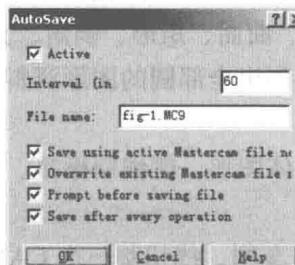

图 1-3
(1) 增加自动存储对话框, 选择 Screen→Configure→Start/Exit (屏幕→设置→启动/退出) 命令, 显示“启动和退出”对话框, 单击左下角的 AutoSave (自动存储) 按钮, 打开“自动存储”对话框, 如图 1-3 所示, 它用于存储每个刀具路径操作创建后的文件。